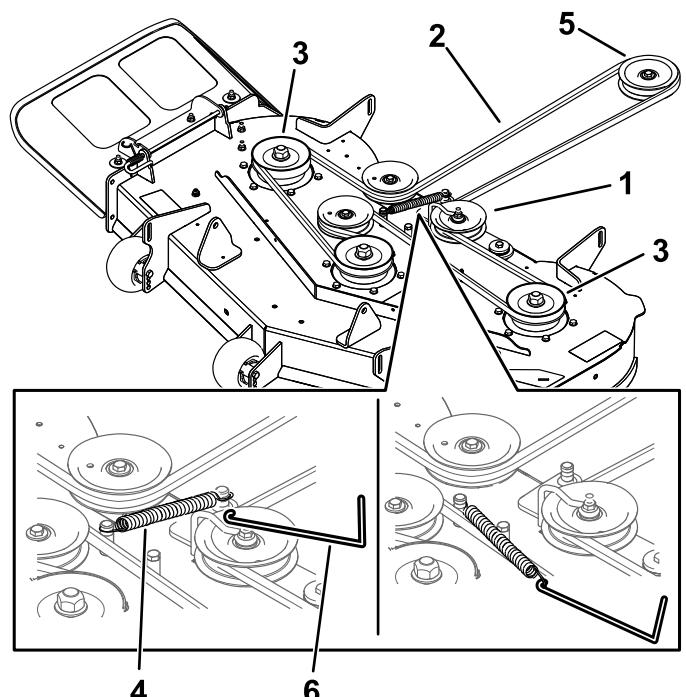

Figura 62
7. Utilize um removedor de molas (Peça Toro n.º 92-5771) para remover a mola intermédia do gancho da plataforma para retirar tensão da polia intermédia e rode a correia para fora das polias (Figura 62).
8. Coloque a nova correia em redor da polia do motor e nas polias do cortador (Figura 62).
9. Utilizando um removedor de molas (peça Toro n.º 92-5771), instale a mola intermédia por cima do gancho da plataforma para colocar tensão na polia intermédia e na correia do cortador (Figura 62).